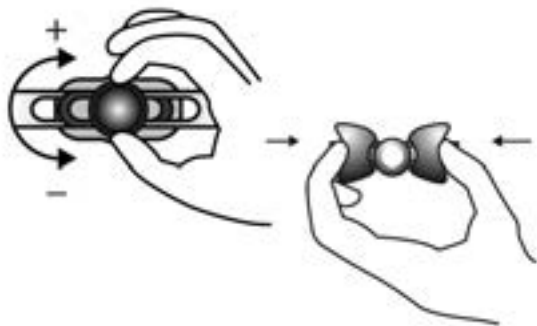
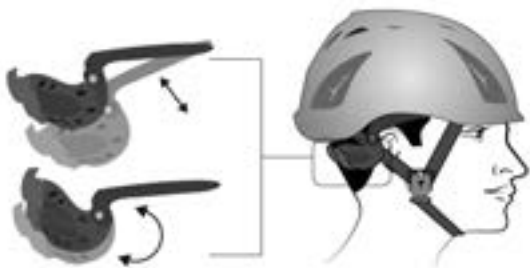

Fig. 2
Fig. 3
**ヘルメットの調節:** ヘルメットを頭に装着し、後頭部のダイヤルを回して大きさを調節します(締めるには時計回りに、広げるには時計と反対回りに回すこと)。または、マジックテープ(取付けられている場合)の二つの合わせ部をしっかりと締め、適当な張りが保てるように調節します(図2)。図のようにサイズ調節ユニットを首筋のところに配置し(図3)、斜めにして高さを調節します(その機能が付いている場合)。留め具の金具を合わせて片方をもう一方に差し込み、カチッと音がするまではめ込みます(図4)。留め具がしっかりと止まったことを確認します。ベルトの長さをのどのところで調節し、頭上でヘルメットがしっかりと固定できるように調節します。ラバーリングガリボンの末端にくるようにし、ブラブラして邪魔にならないようにします。横のリトラクターをスライドさせながら調節し、ちょうどいい位置に留めます(図5)。ヘルメットを頭から外すには、あご下ストラップの留め具の両側のボタンを同時に押してベルトを開きます(図4)。
**头盔的调整：**请将头盔戴上后再旋转后旋钮（顺时针方向为锁紧，逆时针方向为松开），然后再（仅限具有此系统的款式）将快速关闭系统的两个零件靠拢，直到达到您要的尺寸为止（图 2）。将调节系统置于后颈部（图 3），将它斜放（仅限具有此系统的款式）并调整高度。将搭扣插入另一端，直到听见闭锁机构发出咬合声，以系上束带（图 4）。拉扯搭扣，检查是否已固定。调整颈带长度以将头盔固定在头上。橡胶环必须位在带子的末端以免晃动。调整侧边定距器，沿着带子移动到所要的位置（图 5）。若要取下头盔，则同时按下两侧锁扣的按钮即可松开颈带（图 4）。).